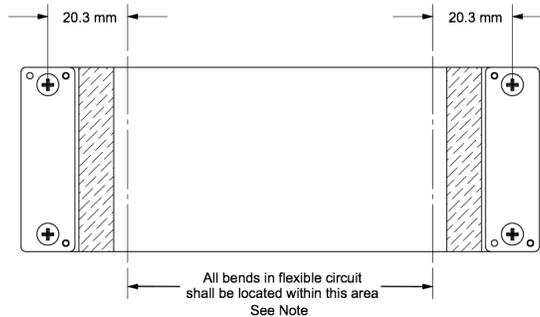

図 4-7. フレックス ケーブルの図
- ケーブルを、図 4-7 に記載されている部分の外側 (コネクタ プレートの中央から 20.3mm 以内の部分) で曲げる。